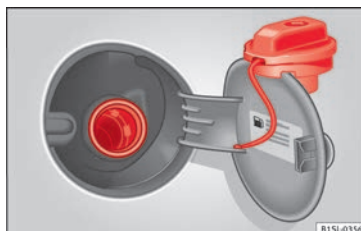

Fig. 39 Sportellino del serbatoio del carburante aperto e utilizzato come supporto per il tappo.
- Estrarre il tappo del serbatoio svitandolo in senso antiorario e agganciarlo al bordo superiore » **fig. 39**.